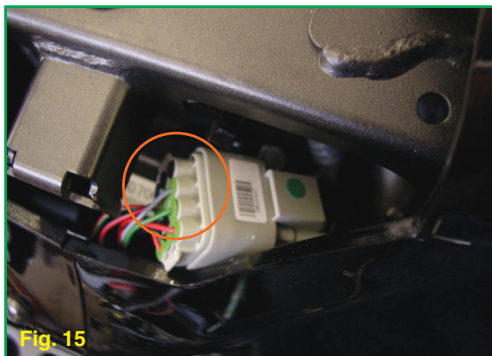

Fig. 14
- Scollegare l'iniettore e collegarlo ai due connettori del cablaggio della centralina TOP (Fig. 14).